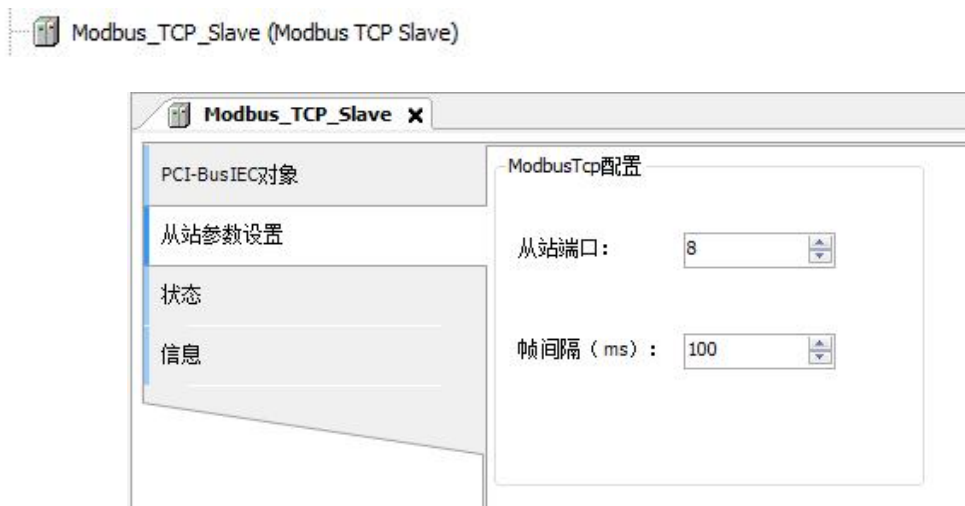

图4.53 Modbus TCP从站配置
- 3) 双击设备树下的“Modbus_TCP_Slave”，进入Modbus TCP从站配置界面，配置从站站号为8。如图4.53所示。